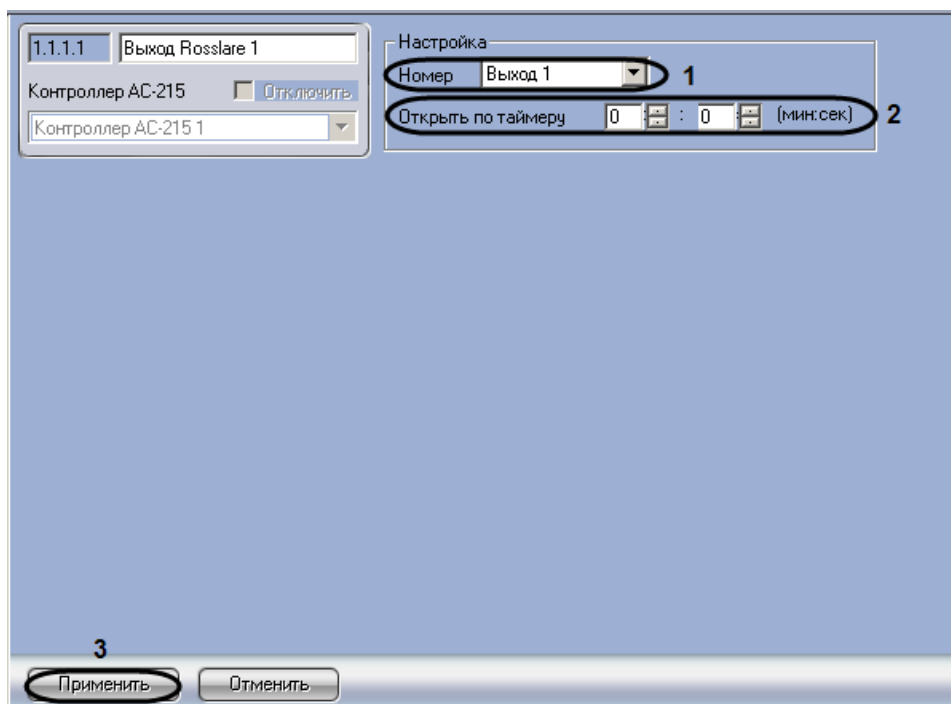

Рис. 3.5—4 Панель настроек объекта **Выход Rosslare**
2. Из раскрывающегося списка **Номер** выбрать адрес выходного реле (см. Рис. 3.5—4, 1).
3. В поле **Открыть по таймеру** необходимо с помощью кнопок **вверх-вниз** ввести время в минутах и секундах, в течение которого дверь открыта (Рис. 3.5—4, 2).